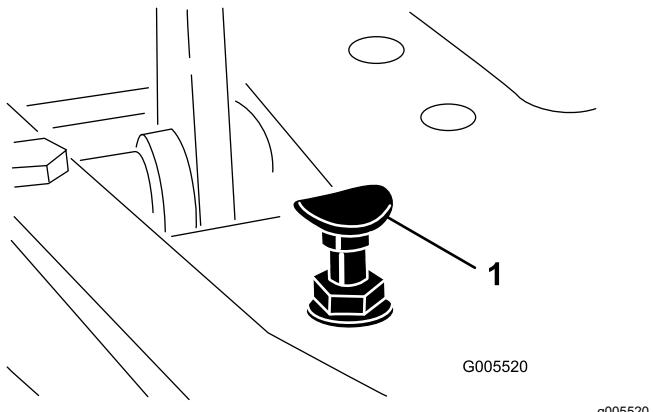

Figura 43
Se il pedale tocca il fermo (Figura 43) prima che avvertiate la tensione sul cavo, effettuate la seguente procedura di regolazione:
1. Spostate la leva di comando delle funzioni in posizione di TRASFERIMENTO e allentate il dado di bloccaggio che fissa il fermo del pedale alla piastra di appoggio (Figura 43).